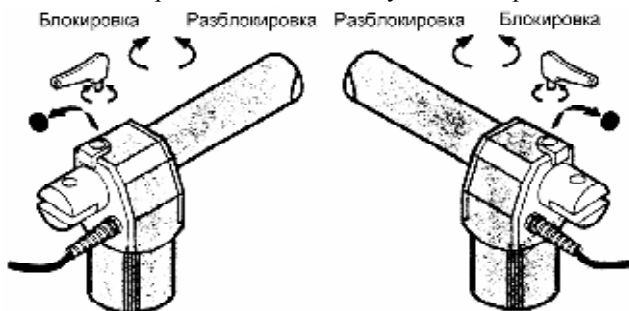

Рис. 3 Ручная разблокировка привода.
При установке привода, для перемещения ворот вручную, необходимо использовать ключ разблокировки (см. рис. 3). В рабочем состоянии приводы должны быть **заблокированы**.
- разблокируйте привод как показано на рис. 3;